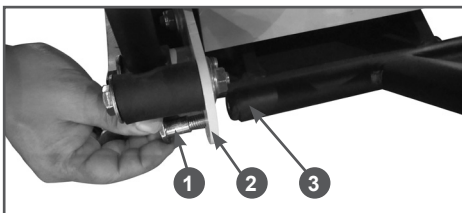

Рис. 16 Установка тележки
4. Совместите отверстия в раме двигателя 2 и оси 3 транспортировочной тележки, с внешней стороны рамы вставьте в эти отверстия болты 1 и закрутите их (Рис. 16).